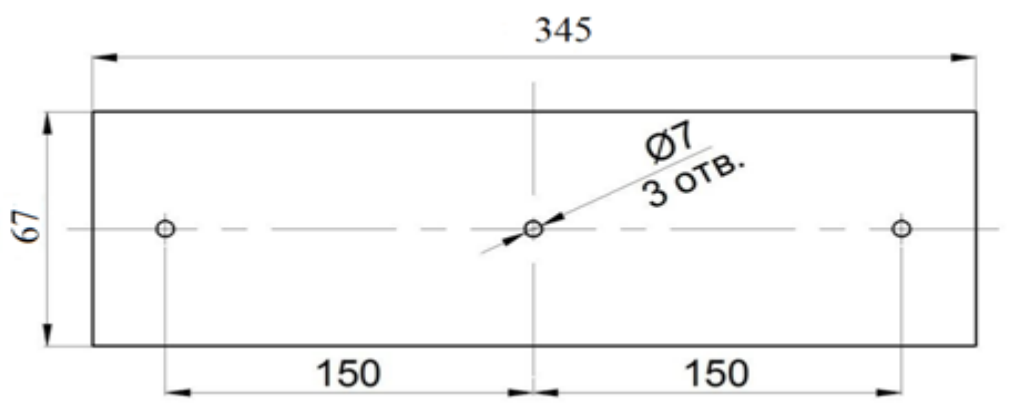

Рис. 3 - Крепежная площадка модуля
5.2. Снять крепежную площадку с корпуса модуля и закрепить ее на месте установки модуля (рис.3)
5.5. Поднять модуль, удерживая его установочной площадкой вверх, вставить корпус в закрепленную крепежную площадку (рис.3) и зашплевировать.